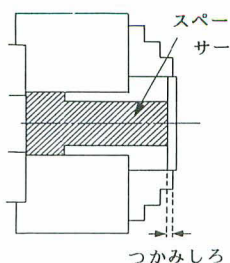

図5-15
②また別の手段として、「スペーサー」を作っておくと大変利用価値があります(図5-15)。チャック穴にきっちり合わせて削った段のある丸棒です。これも両端が平行になるよう、くわえ直さずに削ります。全体の長さを伸縮できるように作っておけばより用途が広がります。